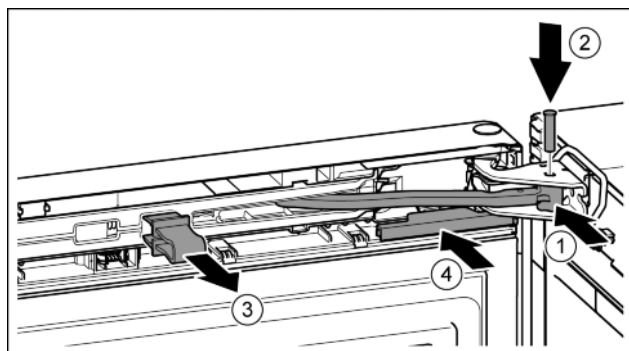

Fig. 22
- Завъртете шарнира в лагерната стойка. Fig. 22 (1)
- Поставете болта в лагерната стойка и шарнира. При това обърнете внимание на това, фиксиращата гърбица да е легнала правилно в жлеба. Fig. 22 (2)
- Свалете предпазителя. Fig. 22 (3)
- Нахлузете капака. Fig. 22 (4)